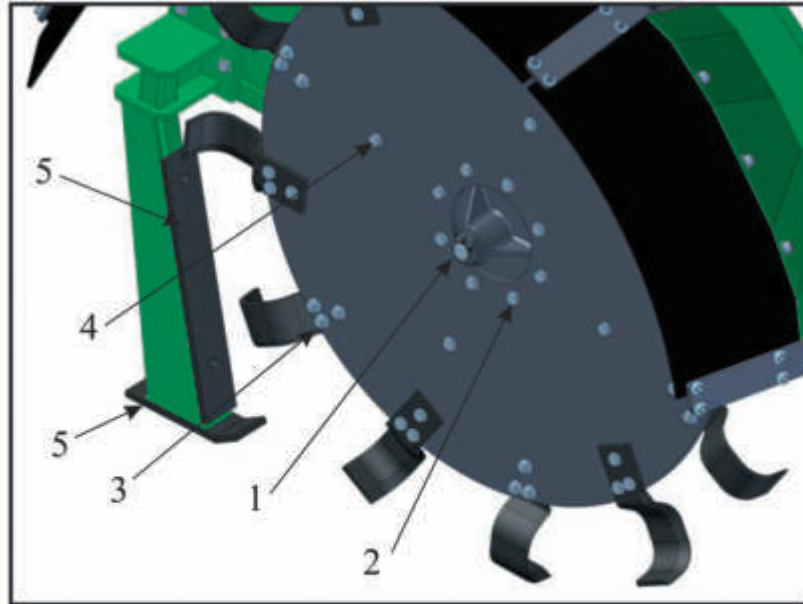

Fig.30
1. Verificare, sui modelli - SV - 50-75, il serraggio del dado di bloccaggio del disco (n°1 di fig. 30) utilizzando una chiave dinamometrica e considerando le seguenti coppie di serraggio:
1. On - SV - 50-75 models check fastening of the disc blocking nut, to be sure it is tightened securely (no. 1 in fig. 30) using a torque wrench and considering the following tightening torque:
1. Bei den Modellen - SV - 50-75 die Spannung der Blockierungsmuttern der der Scheibe überprüfen (Nr. 1 Abb. 30) dazu verwendet man einen Drehmomentschlüssel und berücksichtigt die folgenden Anzugsmomente:
2. Sui modelli - SV - 50 e - SV - 75, verificare il serraggio del dado di bloccaggio del disco (**n°1 di fig. 30**) utilizzando una chiave dinamometrica e considerando le seguenti coppie di serraggio:
7. Verificare lo stato di usura degli striscianti (**n°5 di fig. 30**); se usurati causano forti vibrazioni e vanno sostituiti.
7. Verify the wear and tear of the sliding parts (**no. 5 in fig. 30**); if worn they will cause significant vibrations and will need to be replaced.
2. Bei den Modellen - SV - 50-75 die Spannung der Blockierungsmuttern der Scheibe überprüfen (**Nr. 1 Abb. 30**), dazu verwendet man einen Drehmomentschlüssel und berücksichtigt die folgenden Anzugsmomente:
7. Den Verschleißzustand der Gleitlager des Lenkapparats überprüfen (**Nr. 5 Abb. 30**); wenn sie abgenutzt sind verursachen sie starke Vibrationen und müssen ausgewechselt werden.